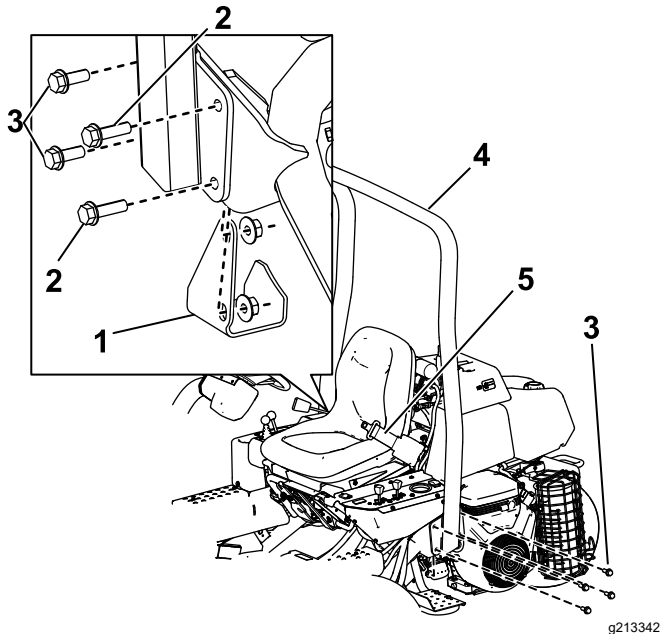

図 4
2. ROPS バー 図 4 を、取り付けブラケットにセットして取り付け穴をそろえる。
3. ROPSの左側を取り付けブラケットに固定するボルト $\frac{1}{2}$ " x $1\frac{1}{2}$ "4本とロックナットを使用する 図 4。
5. ROPSバーの右側、および先ほど取り外したジャッキパッドを、取り付けブラケットに固定するボルト $\frac{1}{2}$ " x $1\frac{1}{2}$ "2本、ボルト $\frac{1}{2}$ " x $1\frac{1}{4}$ "2本、ロックナットを使用し、図 4に示すように取り付ける。